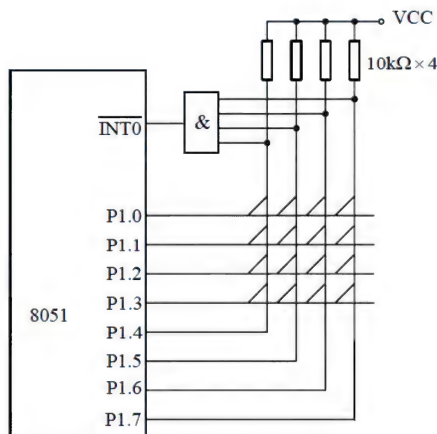

图 11.9 矩阵式键盘的中断扫描法
图 11.9 所示是中断扫描方式的硬件电路图。其工作过程如下：当无键按下时，CPU 处理自己的工作，当有键按下时，产生中断请求，CPU 转去执行键盘扫描子程序，并识别键号。当无键按下时，与门各输入端均为高电平，保持输出端为高电平；当有键按下时， $\overline{\text{INT0}}$  端为低电平，向 CPU 申请中断，若 CPU 开放外部中断，则会响应中断请求，转去执行键盘扫描子程序。
**【例 11-2】**采用中断扫描的方式，按图 11.9 所示电路编写键盘接口程序。